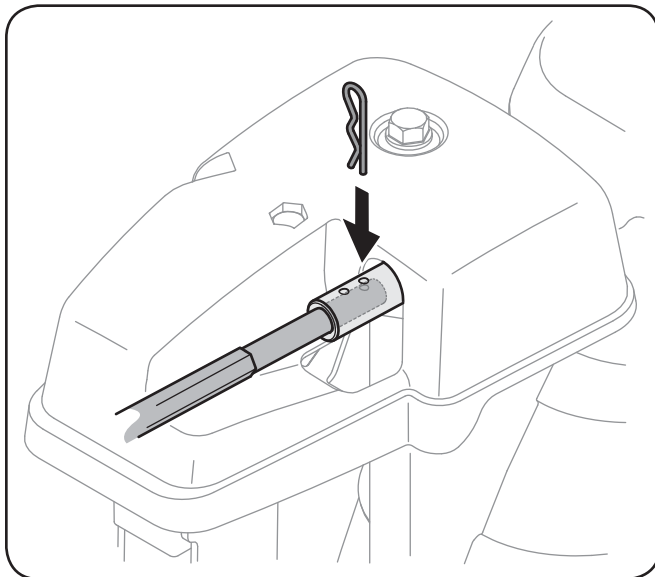

**Figura 3-15**
6. Inserte la varilla hexagonal dentro del engranaje del piñón por debajo de la palanca de control. Asegúrese de alinear el orificio en la varilla hexagonal con la flecha en el engranaje del piñón. Vea la Figura 3-15.